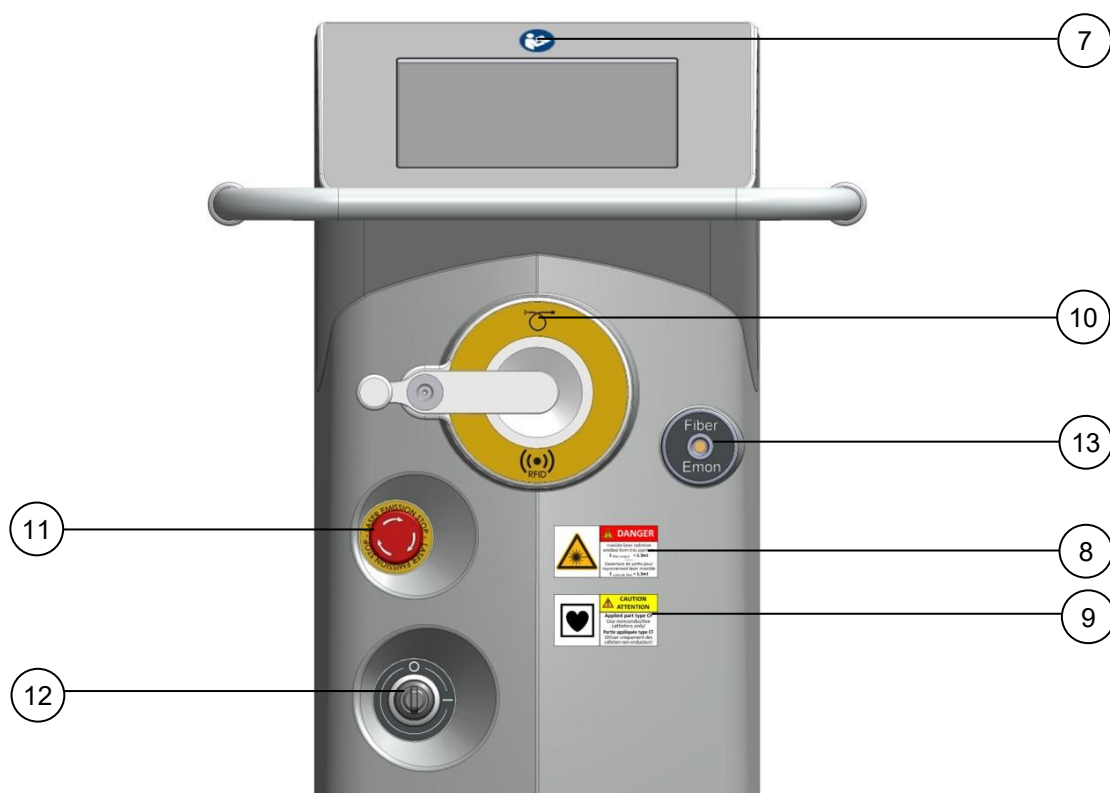

Fig. 2-2: Vue latérale avant
7.	Consulter le mode d'emploi. L'étiquette est située sur la face avant du laser, au-dessus de l'écran tactile (voir Fig. 2-2).
L'étiquette est située sur la face avant du laser, près de l'ouverture du faisceau laser (voir Fig. 2-2).
9.	Pièce appliquée CF de type résistant à la défibrillation Seules les fibres de type CF peuvent être fixées. Seuls les cathéters non conducteurs peuvent être utilisés. L'étiquette se trouve sous la connexion correspondante sur le panneau avant (voir Fig. 2-2).
10.	Connexion de la fibre. L'étiquette se trouve au-dessus de la connexion correspondante sur le panneau avant (voir Fig. 2-2).  Symbole d'identification par radiofréquence  Appicateur de fibres optiques
11.	Identification de l'arrêt de l'émission laser. L'étiquette est située sur la face avant du laser (voir Fig. 2-2).
12.	Affichage de la position de l'interrupteur à clé. O = « Arrêt » I = « Marche » L'étiquette est située sur la face avant du laser (voir Fig. 2-2).
13.	Contrôleur d'énergie pour la fibre. L'étiquette est située sur la face avant du laser (voir Fig. 2-2).